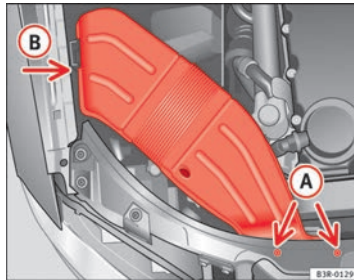

Abb. 190 Luftführungshutze an rechter Fahrzeugseite
- Drehen Sie die Schrauben **(A)** ⇒ Abb. 190 heraus.